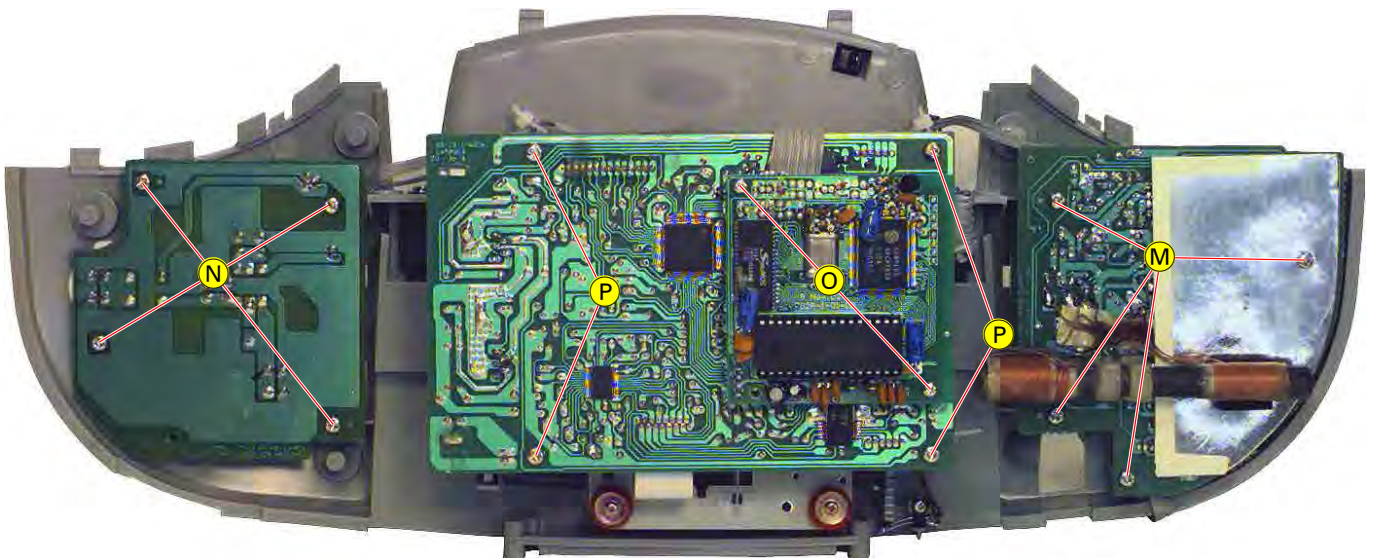

Fig. 9
- 4 Schrauben (M) (Fig. 9) herausdrehen.
- 4 Schrauben (N) (Fig. 9) herausdrehen.
- Undo 4 screws (M) (Fig. 9).
- Undo 4 screws (N) (Fig. 9).
- 2 Schrauben **Q** (Fig. 9) herausdrehen.
- 4 Schrauben **P** (Fig. 9) herausdrehen.
- Undo 2 screws **Q** (Fig. 9).
- Undo 4 screws **P** (Fig. 9).